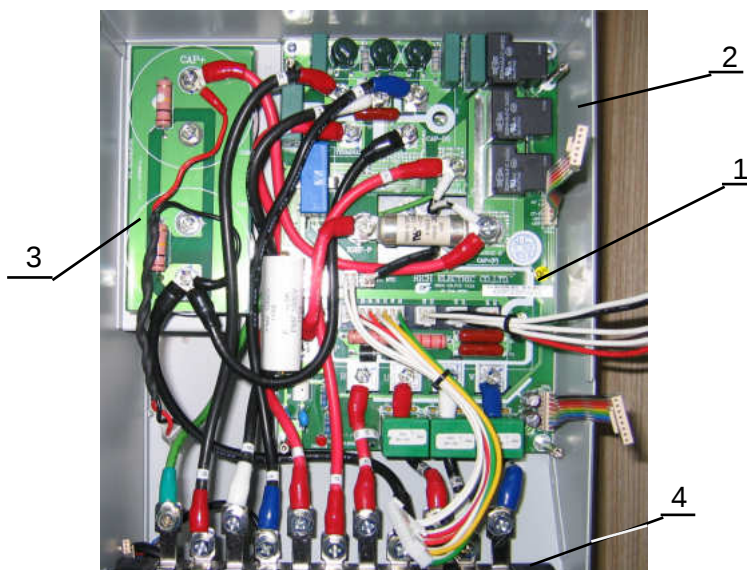

Рис. 6.13
6.9.1. Отсоединить все шлейфы управления от разъёмов на плате модуля IGBT (1) (рис.6.13). Положить шлейфы управления в тару для составных частей.
6.9.2. Отсоединить все силовые провода от платы модуля IGBT (1), от платы конденсаторов ЗПТ (3), от силовой клеммной колодки (4) (рис.6.13). Силовые провода положить в тару для составных частей. Винты положить в тару для крепежа.